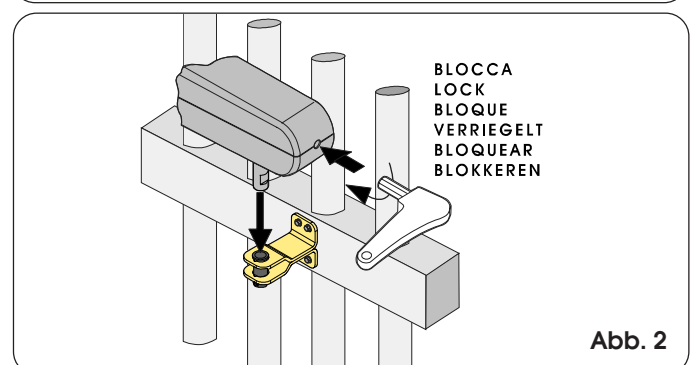

Abb. 2
- Den Antrieb auf der vorderen Befestigung positionieren (Abb. 2);